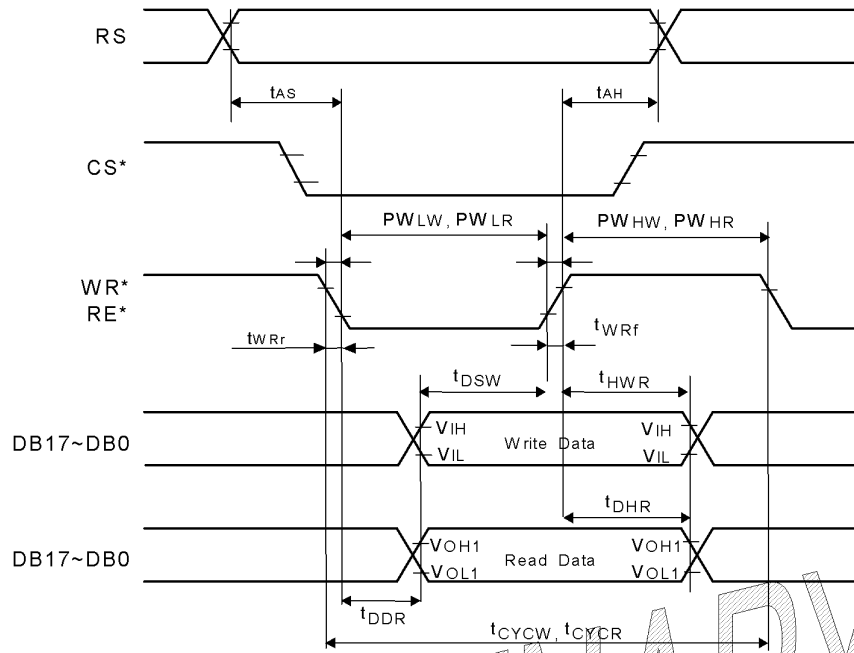

Fig. 1 (图 1)
7.3.1. 80-system Bus Interface Timing Characteristics (Fig.1)
(80系バスインターフェースタイミング特性) (図1)